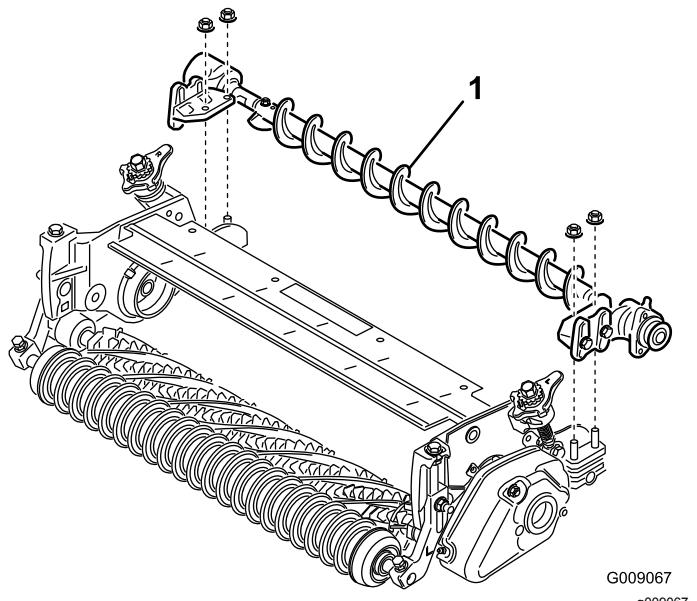

Bild 24
10. Setzen Sie die Befestigungshalterungen der Rollenbürste auf die Schrauben der Rollenhalterung (Bild 24). Befestigen Sie die Befestigungshalterungen der Bürste mit den vorher entfernten Muttern an den Seitenplatten der Schneideeinheit.